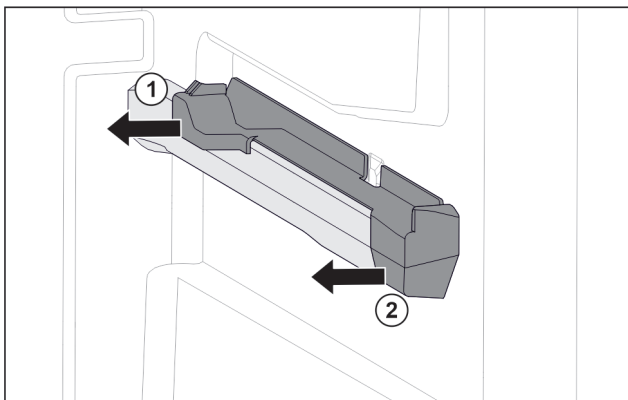

Fig. 118 Insteeklement op rechter containerrib
- ▶ Insteeklement achter naar de zijkant toe eraf trekken. Fig. 118 (1)
- ▶ Insteeklement voor naar de zijkant toe eraf trekken. Fig. 118 (2)